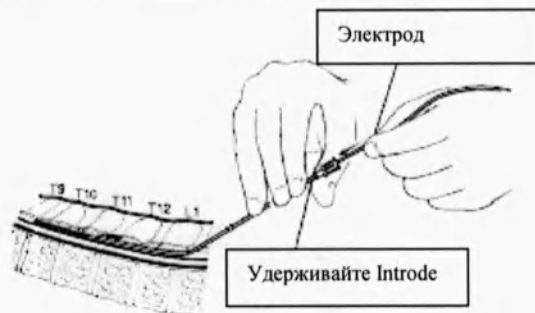
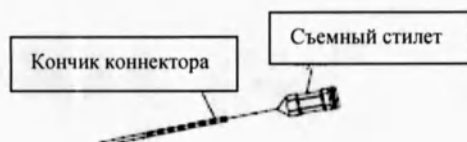

Рис. 10
Рис. 11
8. Введите электрод через отверстие в игле или интродьюсере Introde (в зависимости от того, чем пользуетесь) и продвиньте электрод вперед до нужной позиции под контролем рентгена (См. рис.10). Для помощи в расположении, цилиндрические электроды снабжены съемным стилетом, который обеспечивает дополнительную жесткость и облегчают контроль (см. Рис.11).